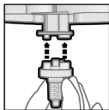

Fig. 2
3. Applicare uno dei puntale di miscelazione Dynamix in dotazione sui fori di uscita della cartuccia (Fig. 2).